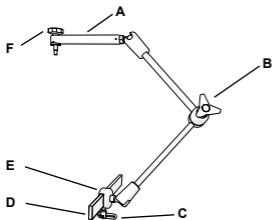

Рис. 1. Кронштейн электромагнитного генератора
См. рис. 1.
3. Откройте центральный зажим кронштейна (рис. 1, В).